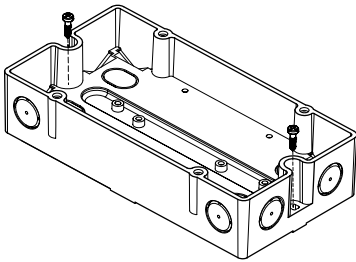

Рис. 4
3. Для установки корпуса на ровную поверхность используйте два винта (Рис. 4).